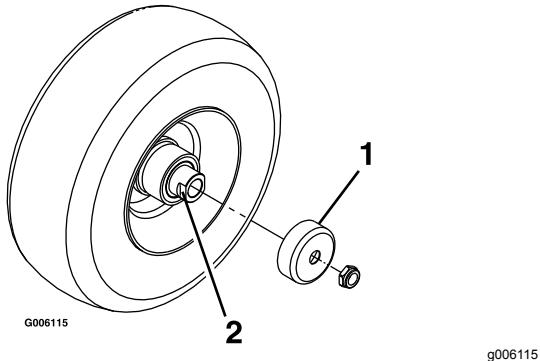

Figura 40
4. Remova os resguardos do vedante do cubo da roda (Figura 40).